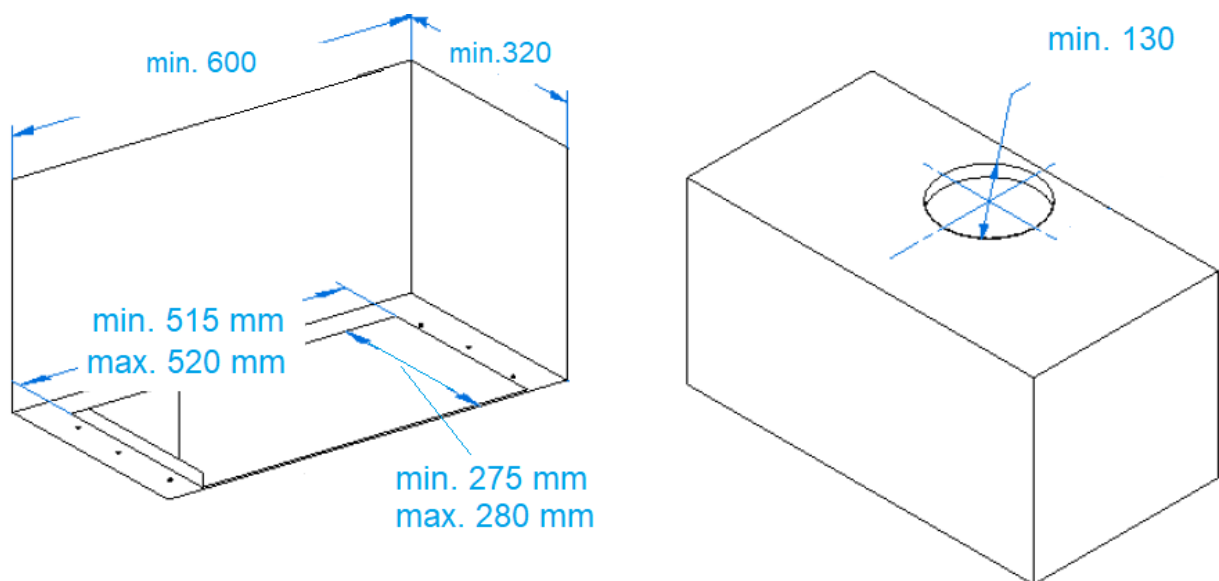
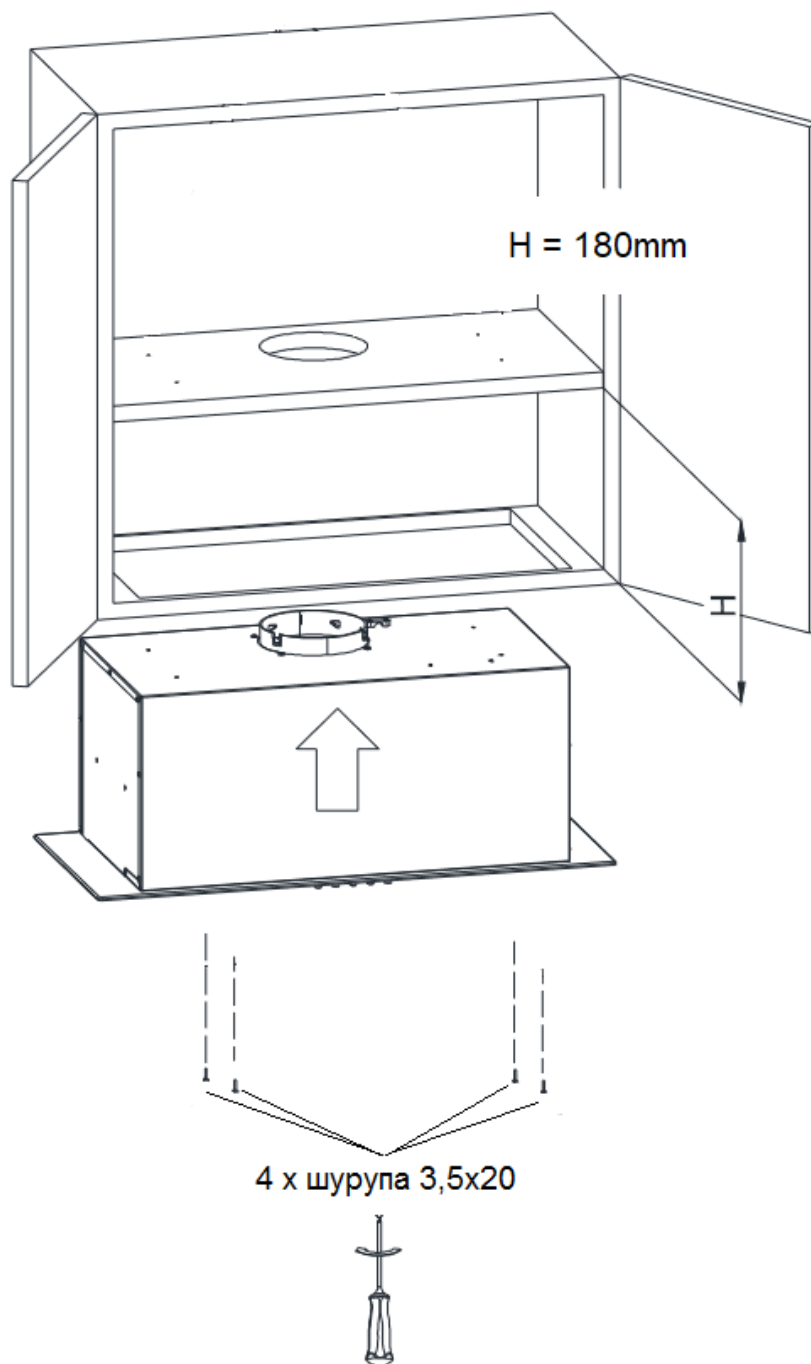

Рис. 1
Рис. 2
- Подготовьте шкаф с вырезанными отверстиями (рис. 1 и рис. 2).
- Прикрутите вытяжку четырьмя шурупами 3,5 x 20 к верхней полке (рис.2).